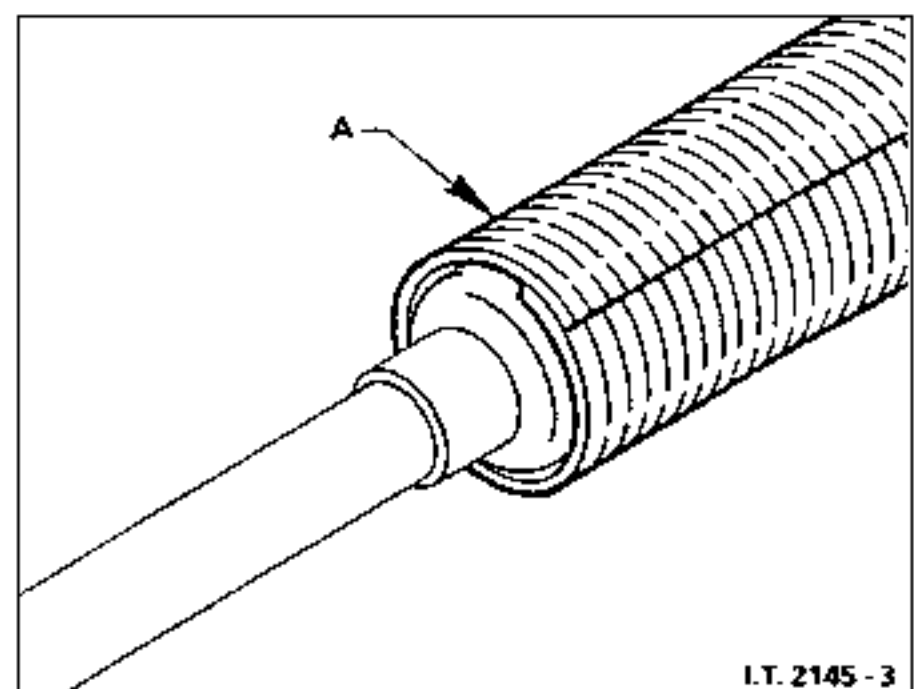

Fig. 3
- Bien refermer la gaine sur elle-même (Fig. 3).